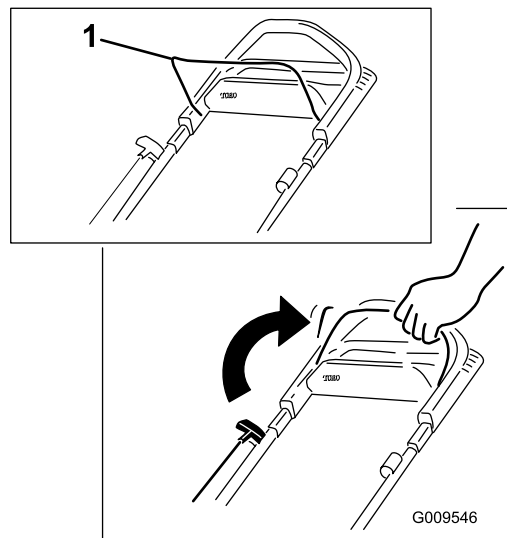

Figura 20
1. Sujete la barra de control de las cuchillas contra el manillar (Figura 20).